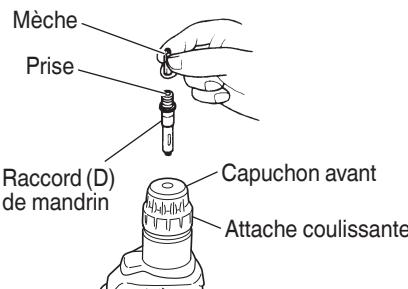

Fig. 11
- Lors du vissage des vis machine (Fig. 11)
- Enfoncement de vis à bois (Fig. 11)